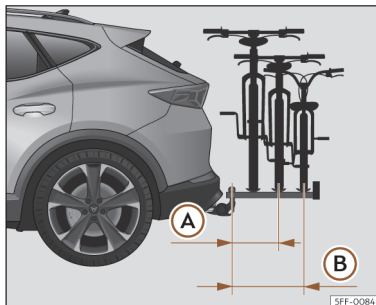

Fig. 199 Representação esquemática da saliência máxima da carga num porta-bicicletas para duas ou três bicicletas.
- (A)** Com até 55 kg de capacidade de carga: 500 mm (aprox. 19,7 in)
- (B)** Com 75 kg de capacidade de carga: 700 mm (aprox. 27,6 in)
A saliência máxima não deverá exceder, no caso dos porta-bicicletas de duas bicicletas, os 500 mm desde o centro da cabeça esférica até ao centro da faixa do último suporte >>> **Fig. 199 (A)**. No caso dos porta-bicicletas de três bicicletas, não se deverão exceder os 700 mm >>> **Fig. 199 (B)**.